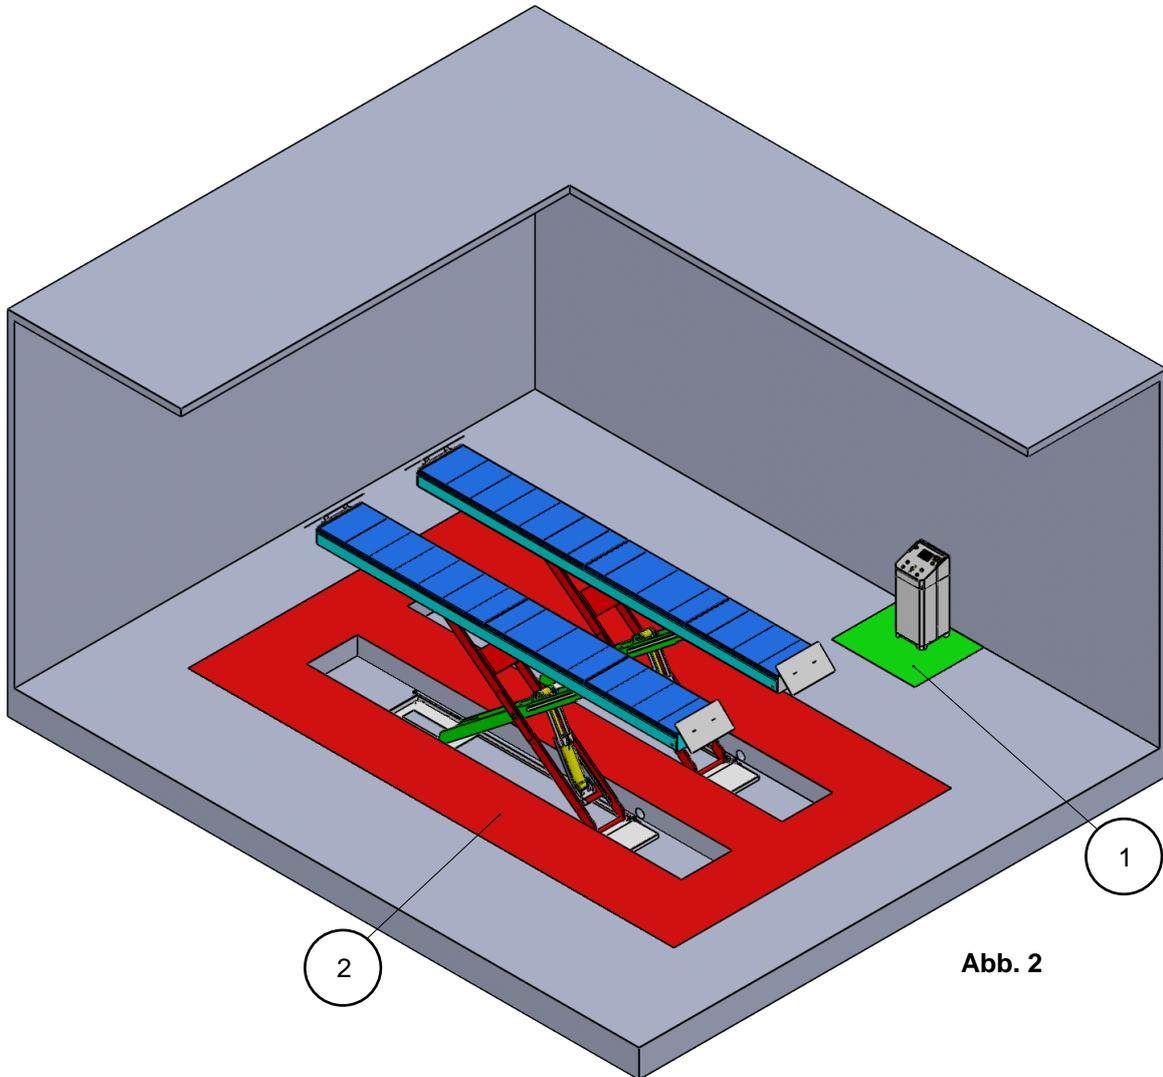

Abb. 2
- Für das Anheben und Absenken der Hebebühne MUSS sich der Bediener unbedingt im Steuerbereich befinden, ohne sich dem Gefahrenbereich der Hebebühne zu nähern (**Abb. 2**).
- Die Bedienperson MUSS sicherstellen, dass sich keine Personen im Gefahrenbereich befinden (**Abb. 2**).
- Es ist verboten, die Bereiche in der Nähe der Hebebühne zu passieren, während diese angehoben oder abgesenkt wird (**Abb. 2**).